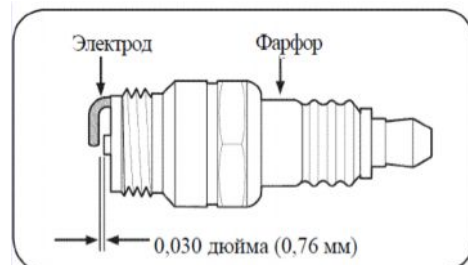

Рис. 22
2. Выкрутите свечу и проверьте зазор. Значение зазора должно составлять 0,030 дюйма (0,76 мм), См. Рис. 22.